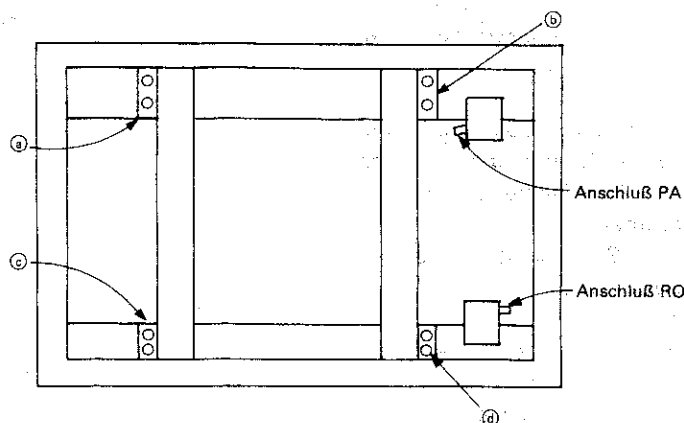
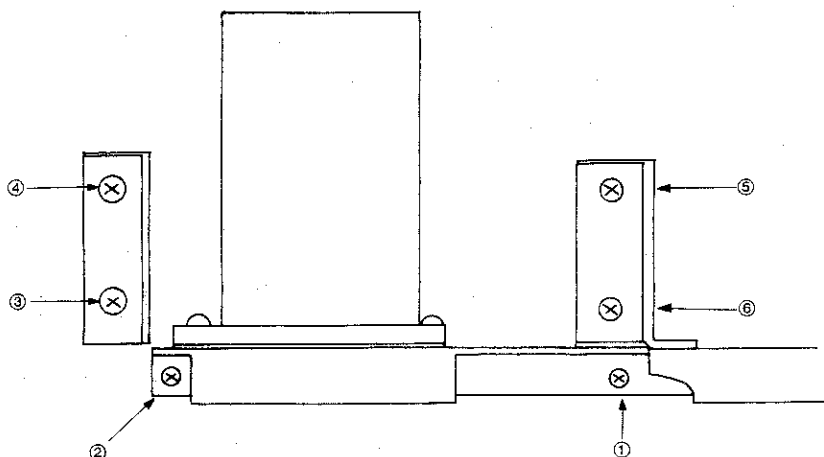

Abbildung 33 Drehmechanismuseinheit mit entfernter Rückwand
Abbildung 34 Rückansicht der Drehmechanismuseinheit (auf der rechten Seite)
- (4) Den Relaisanschluß trennen, der zum Anschließen der Plungerleitungen zwischen den Drehmechanismuseinheiten (rechts und links) und der Hauptleiterplatte verwendet wird, dann die Anschlüsse RE und FF trennen, die zum Anschließen der Motorleitungen an die Hauptleiterplatte dienen. Außerdem die Leitungen von den Leitungshaltern entfernen und diese in der Nähe der rechten und/oder linken Drehmechanismuseinheit lassen.
- (5) Die acht Schrauben entfernen, je zwei an den Stellen a, b, c und d, wie aus Abbildung 33 ersichtlich ist.
- (6) Die Schrauben abschrauben, die zum provisorischen Befestigen der Schreibblathtafel verwendet worden sind, und die Schreibblathtafel vom Hauptkörper abnehmen. Dabei darauf achten, daß sich die Leitungen der Drehmechanismuseinheit nicht zwischen Hauptkörper und Schreibblathtafel verfängen.
- (7) Die in Abb. 34 gezeigten Schrauben ①, ②, ③, ④, ⑤ und ⑥ von der Drehmechanismuseinheit (auf der rechten Seite) abschrauben, und die Drehmechanismuseinheit von der Schreibblat tafel abnehmen. Die linke Drehmechanismuseinheit kann auf die gleiche Weise entfernt werden.
- (1) Unter Bezugnahme auf die Einbauzeichnung der Drehmechanismuseinheit in Abbildung 34 die Schraubenlöcher der Drehmechanismuseinheit auf diejenigen der Schreibblat tafel ausrichten. Dann die Schraube ① provisorisch einschrauben; diese Schraube dient als Bezugsschraube zum Bestimmen der Genauigkeit der Drehmechanismuseinheit.
- (2) Ebenfalls unter Bezugnahme auf Abbildung 34 die Schraube ② provisorisch einschrauben, die Zum Bestimmen der Genauigkeit in vertikaler Richtung dient, und die Schraube ① fest anziehen. Dann die Schraube ② fest anziehen, und die Schrauben ③, ④, ⑤ und ⑥ in dieser Reihenfolge einschrauben.
- (3) Die Linke Drehmechanismuseinheit wird auf die gleiche Weise eingebaut.
- (4) Die Schreibblat tafel mit befestigter Drehmechanismuseinheit am Hauptkörper anbringen und diese mit den beiden Schrauben in der Mitte der Tafel am oberen und unteren Teil provisorisch befestigen. (Dabei darauf achten, daß sich die Leitungen der Drehmechanismuseinheit nicht zwischen Drehmechanismusplatte und Hauptkörper verfangen.)
- (5) Unter Bezugnahme auf Abb. 33 die Schrauben an den Stellen ①, ②, ③ und ④ einschrauben.
- (6) Die Plungerleitung (von der Drehmechanismuseinheit kommend) an den Relaisanschluß und die Leitungen (vom Motor kommend) an die Anschlüsse RE und FF an der Hauptleiterplatte anschließen. Die Leitungen mit Hilfe der Leitungshalter richtig verlegen.
- (7) Die beiden Schrauben abschrauben, mit denen die Schreibblat tafel provisorisch befestigt worden ist, und das Schreibblatt gemäß der Anweisung im Abschnitt "Anbringen des Schreibblattes" an der Tafel anbringen.
- (8) Rückwand, Drucker, Papierführung und Papiertrog in dieser Reihenfolge am Hauptkörper anbringen. Damit ist das Auswechseln der Drehmechanismuseinheit beendet.